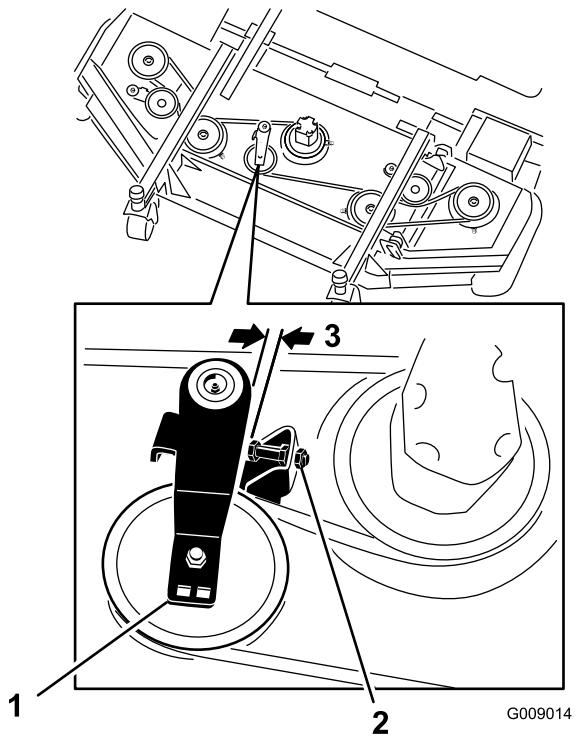

Figura 124
3. En la carcasa delantera central, afloje las contratuerca del tornillo de tope de la polea tensora y enrosque el tornillo de tope en el soporte (Figura 124).
4. Con una llave de carraca u otra herramienta similar, aleje la polea tensora de cada carcasa lateral de la correa de transmisión para aliviar la tensión de la correa y poderla retirar de la polea de la carcasa lateral (Figura 124).